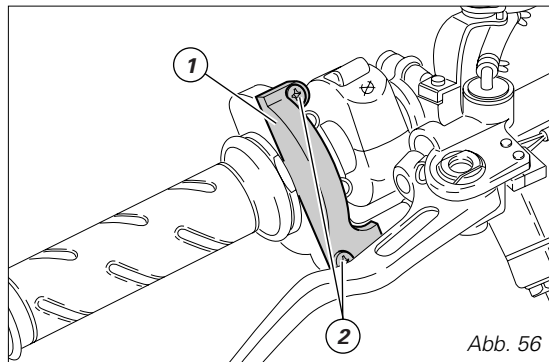

Abb. 56
Beim Gaszug wird empfohlen, erst den Deckel (1, Abb. 56) der Steuerung, durch Lösen der zwei Befestigungsschrauben (2), abzunehmen und das Kabelende und die Zugrolle einzufetten.